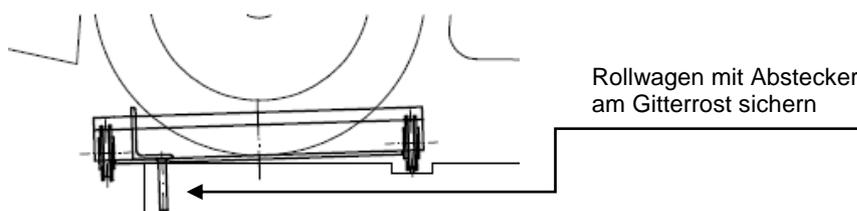

Bild 4: Sicherung über Räder
- Schieben Sie das Fahrzeug mit den Rollwagen auf die Hebebühne und sichern Sie mind. zwei Rollwagen und Räder mit den Absteckern –siehe **Bild 4** und **Kapitel „Zusatzinformationen“** (2x Abstecker im Lieferumfang)